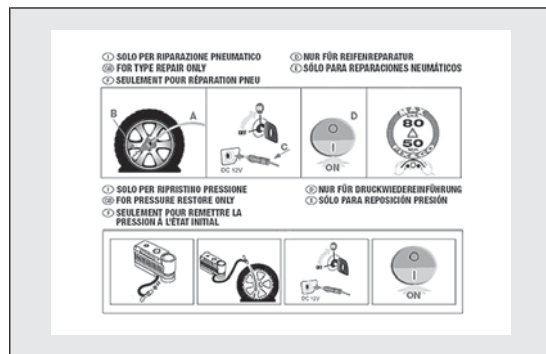

fig. 103
- ☐ un folleto informativo (ver fig. 103), utilizado para usar correctamente el kit de reparación rápida. El folleto deberá entregarse al personal que manipulará el neumático tratado;